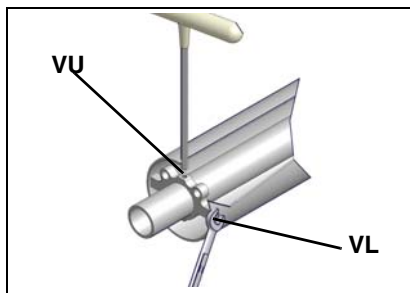

Рис. 39
- Проверьте запальный электроды, очистите, отрегулируйте и, при необходимости, замените (см. Рис. 39).
ВНИМАНИЕ: для того, чтобы отрегулировать положение форсунки относительно воздушной трубки (Рис. 39), воздействовать на винт **VU**, после закрепления винта **VL** (Рис.)